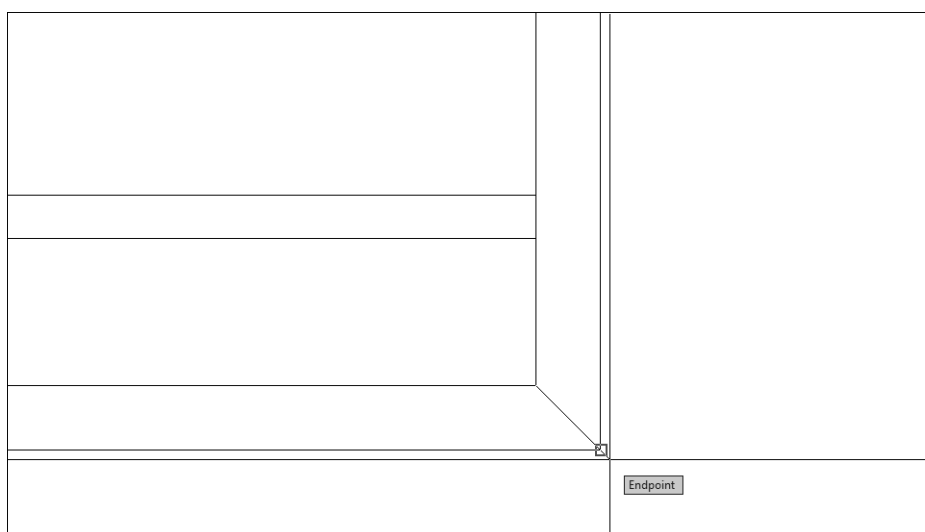

Рис. 5.47. Создание линии, обозначающей ребро на скошенных боковых гранях сканера
12. После изменения масштаба запустите инструмент **Line** (Отрезок) и, используя режим привязки **Endpoint** (Конточка) для привязки к угловым точкам внешнего и внутреннего контуров сканера, создайте наклонную линию, как показано на рис. 5.47.